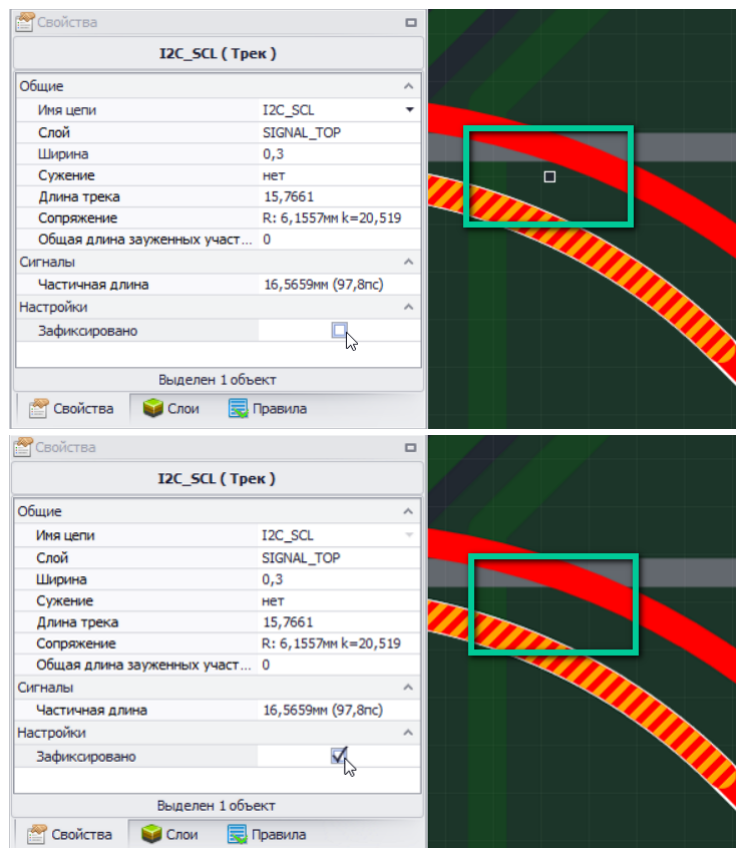

Рис. 261 Применение фиксации области трека
**Важно!** Сброс скругления с последующим изменением геометрии вершины, осуществляемое через точку редактирования. Редактирование становится недоступным при принудительной фиксации области, см. Рис. 261.